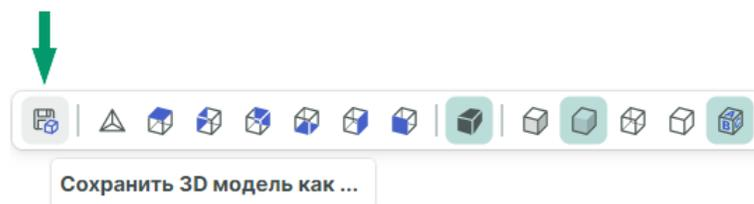

Рис. 541 Сохранение 3D модели
1. Нажмите на кнопку  «Сохранить 3D модель как...», расположенную в верхней части окна редактора, см. Рис. 541.